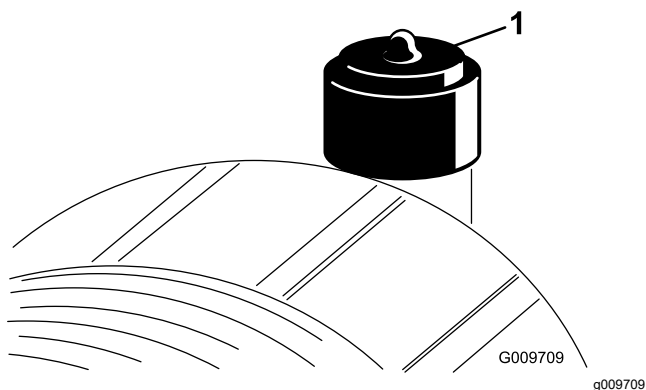

図 82
2. インジケータ図 82 が赤になっている場合はリセットする。